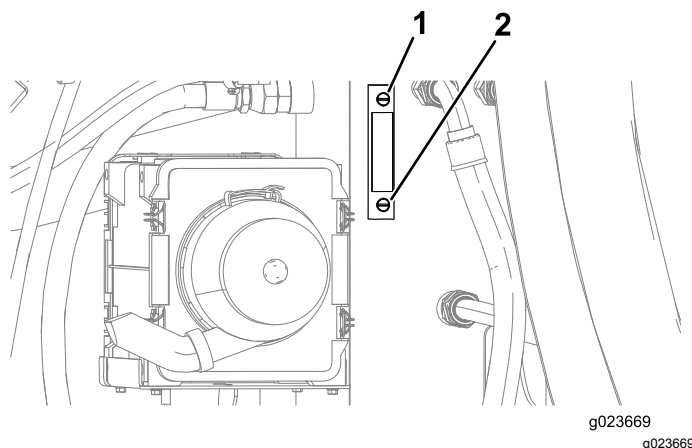
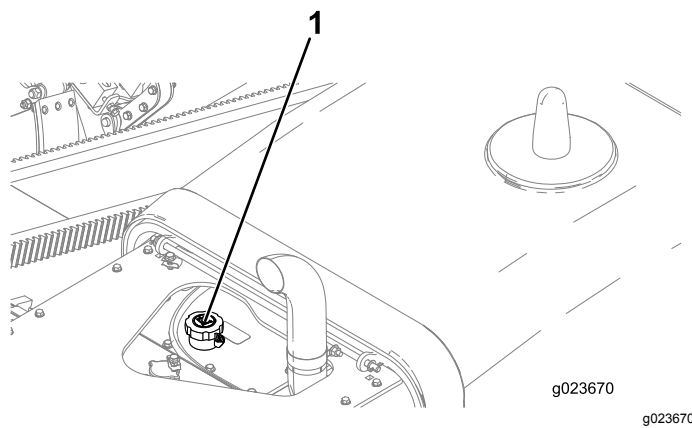

Figure 119
Figure 120
4. Observez l'indicateur de niveau sur le réservoir hydraulique, et vérifiez le niveau d'huile (Figure 119).
5. Si le niveau est trop bas, ouvrez le bouchon du réservoir hydraulique (Figure 120), ajoutez une petite quantité d'huile, puis patientez 2 minutes que le niveau d'huile se stabilise dans le regard de niveau (Figure 119).